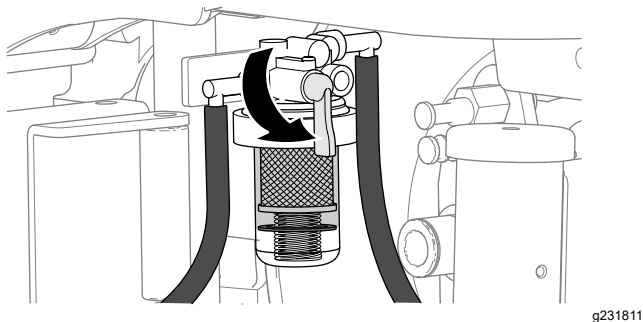

図 70
2. 水セパレータ用の燃料バルブを閉じて CLOSED 位置にする 図 70。